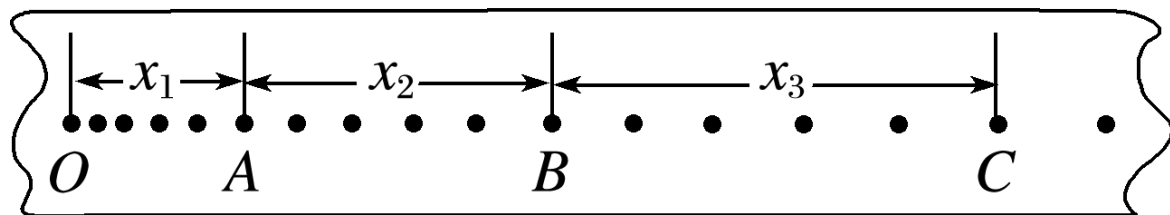

图 2
(1) 纸带处理 . 从打点计时器重复打下的多条纸带中选点迹清楚的一条 , 舍掉开始比较密集的点迹 , 从便于测量的地方取一个起始点 O , 然后每 5 个点取一个计数点 A 、 B 、 C 、 \dots (或者说每隔 4 个点取一个计数点) , 这样做的好处是相邻计数点间的时间间隔 $T = 0.1 \text{ s}$, 便于计算 . 如图 2 所示 , 测出相邻计数点间的距离 x_1 、 x_2 、 x_3 、 \dots